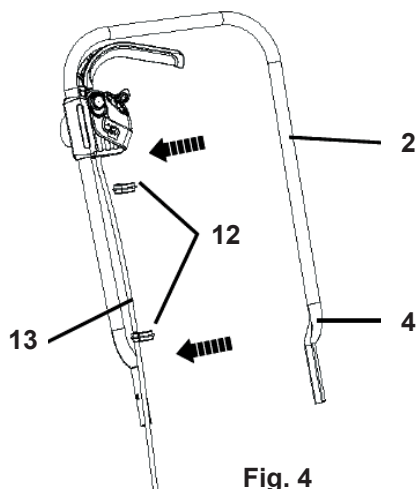

Fig. 4
3. Fije el cable de alimentación (13) con las pinzas para el cable (12) a las barras del mango (2, 4) (fig. 4).